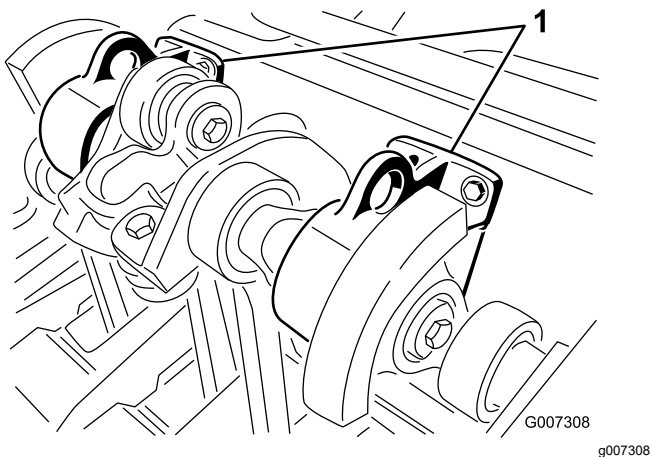

Figura 27
**Nota:** Si está disponible, utilice una grúa para elevar la parte trasera de la máquina. Utilice los anillos de perforación de los cojinetes del cabezal de perforación como puntos de enganche de la grúa (Figura 27).